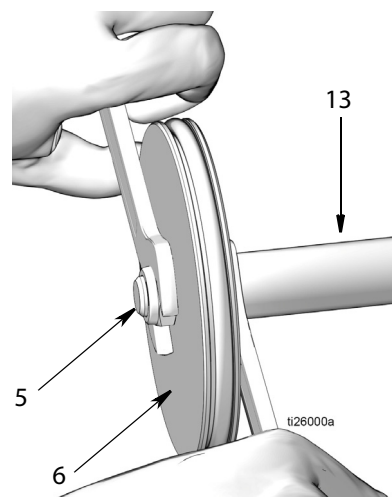

Рис. 19
- а. Вытащите шток поршня (13) и поршень (6) из пневматического цилиндра (2) (Рис. 19).
- б. Для разделения штока поршня (13) и поршня (6) воспользуйтесь двумя гаечными ключами, работая ими в противоположных направлениях. Зафиксируйте один открытый конец гаечного ключа на лысках штока поршня, а второй гаечный ключ используется для ослабления затяжки гайки (5), как показано на Рис. 19.
**ПРИМЕЧАНИЕ:** Открытый конец гаечного ключа, зафиксированный на лысках штока поршня, используется только для надежного удержания штока, **не допускается** проворачивать этот гаечный ключ. Движение этого гаечного ключа могло бы поцарапать или повредить поверхность поршня и стать причиной утечек жидкости во время работы насоса. Проворачивайте только гаечный ключ, удерживающий гайку (5), для ослабления затяжки и полного откручивания гайки.